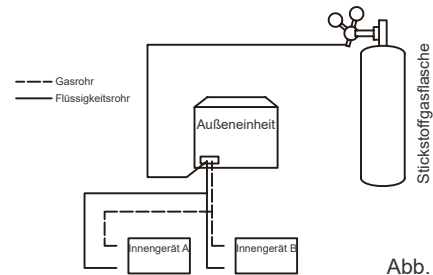

Abb. 5.38
4. Verwenden Sie Blindstopfen, um alle Öffnungen auf der Flüssigkeitsseite (Gasseite) zu verschließen, mit Ausnahme der Öffnung im Innengerät, die am weitesten von den Außengeräten entfernt ist ("Innengerät A" in Abb. 5.38)